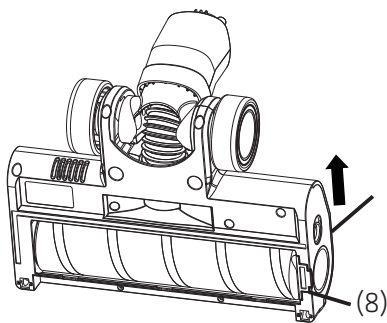
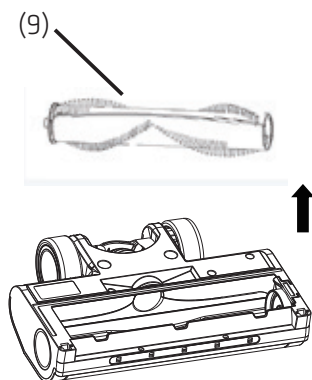

Fig. 6-6a
Fig. 6-6b
6) Om det finns hår i golvborsten, tryck på frigöringsknappen (8) på sidan av golvborsten och tryck sedan på rullborstens frigöringsflik (7) enligt bilden nedan för att öppna rullborstens lock och ta sedan bort rullborsten (9). (se fig. 6-6a/se fig. 6-6b)